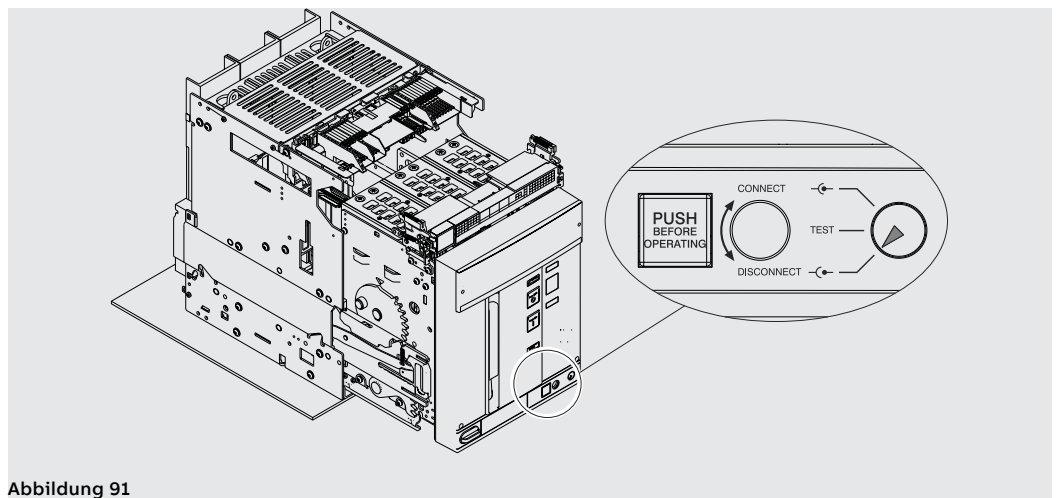

Abbildung 91
6. Die Anzeige meldet nun die Position **DISCONNECT**. Siehe Abbildung 91.